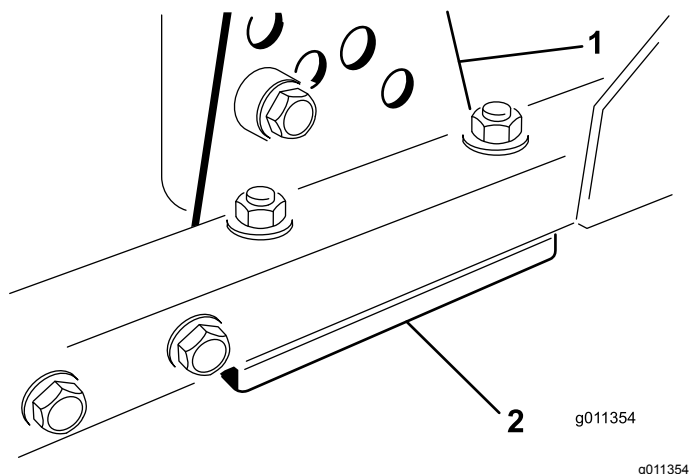

Figura 101
1. Togliete la staffa dell'altezza di taglio (anteriore, sinistra o destra) dal telaio del piatto di taglio (Figura 101).
2. Regolate gli spessori da 1,5 mm e/o gli spessori da 0,7 mm tra il telaio del piatto di taglio e la staffa per ottenere l'impostazione dell'altezza desiderata (Figura 101).